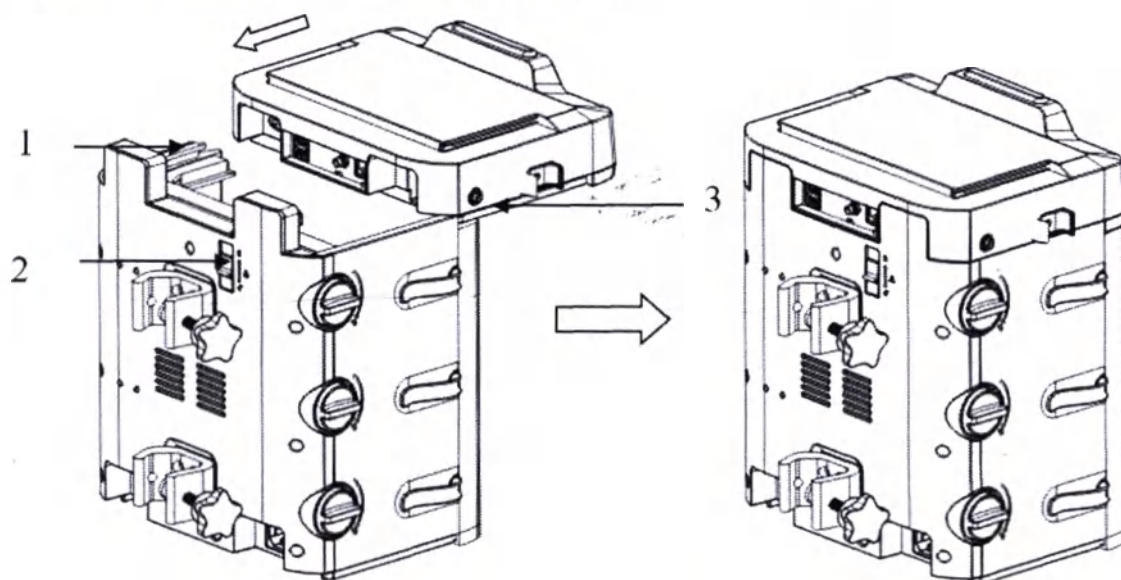

Рис. 11. Соединение блока управления и коммуникационного модуля.
С помощью направляющих (1) на верхней части корпуса коммуникационного модуля и направляющих (3) блока управления объедините корпуса между собой как показано на рис. 11. Затем переместите фиксатор (2) вверх.